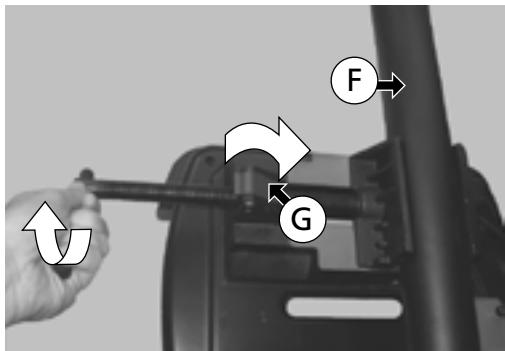

Fig. 18
4. Levante y gire de nuevo la "media tuerca" (G) - (Fig. 18) - para acoplar el husillo. Apretar la manivela del husillo de modo que la pieza a cortar quede bien sujetada en el torno de banco - (Fig. 18).